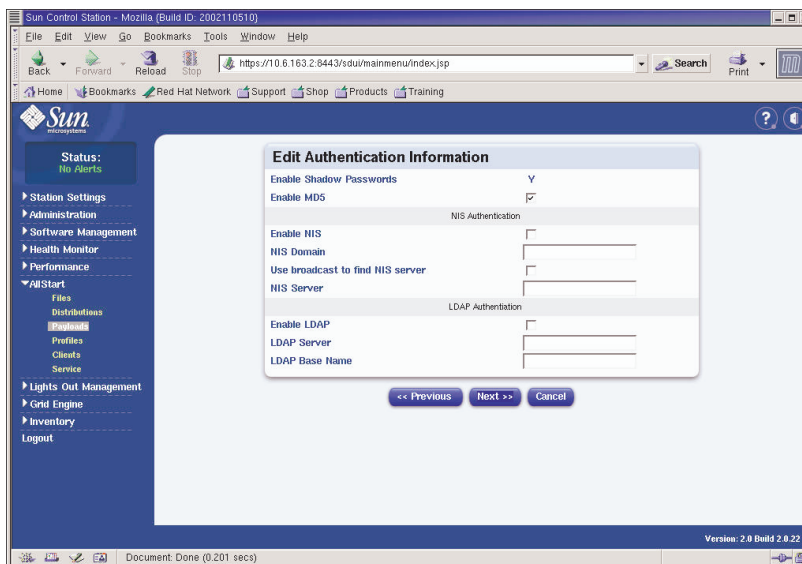

FIGURE 2-14 Fenêtre Edit Authentication Information (AllStart Profiles)
- e. Dans la fenêtre Edit Authentication Information, vérifiez que les options requises suivantes sont sélectionnées (voir l'exemple FIGURE 2-14). Ensuite, cliquez sur Next.